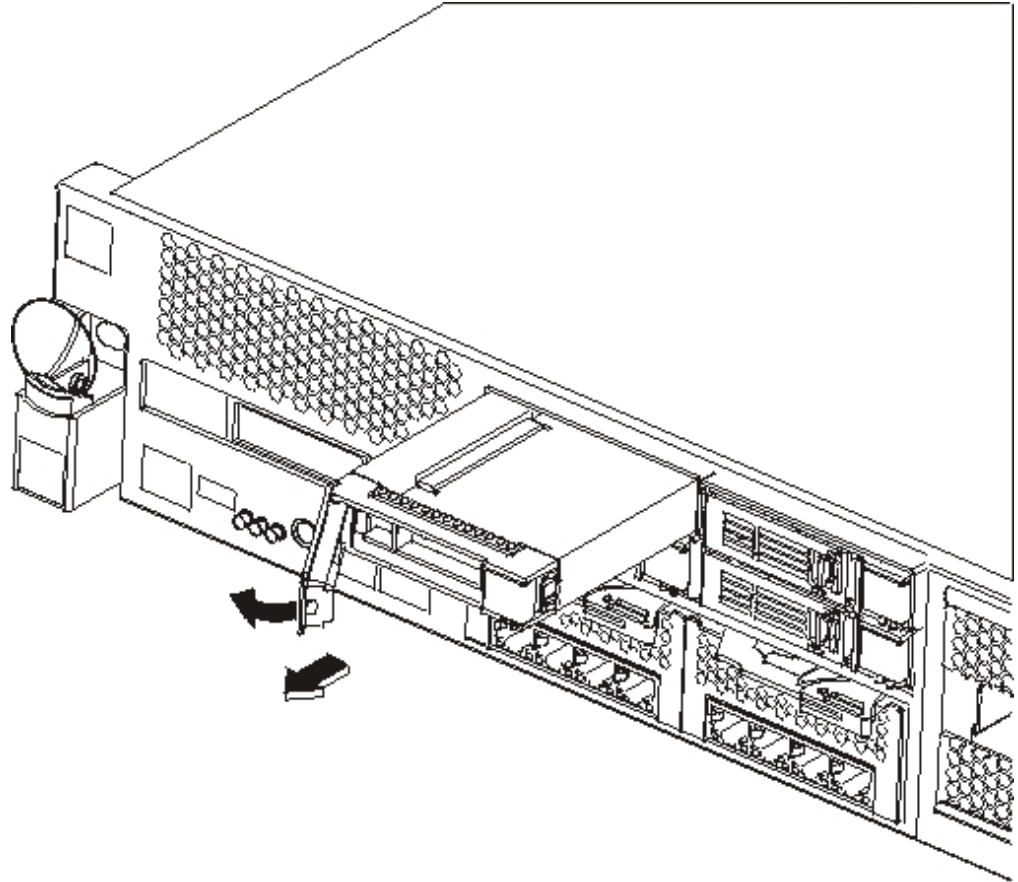

Figura 17. Removendo um Módulo de Unidade de Disco Rígido (Tipo 7199)
2. Pressione o botão azul e a alavanca abre. Figura 17 ilustra as seguintes etapas.